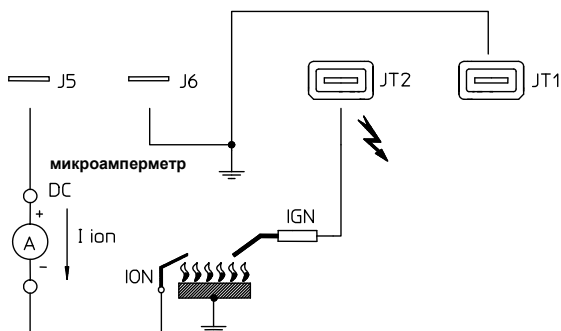

Рис. 7 – Измерение сигнала пламени в газовых установках.
- Уровень сигнала пламени достаточный (см. Рис.7 и 8 для измерения уровня сигнала для газовых и ж/т установок соответственно);